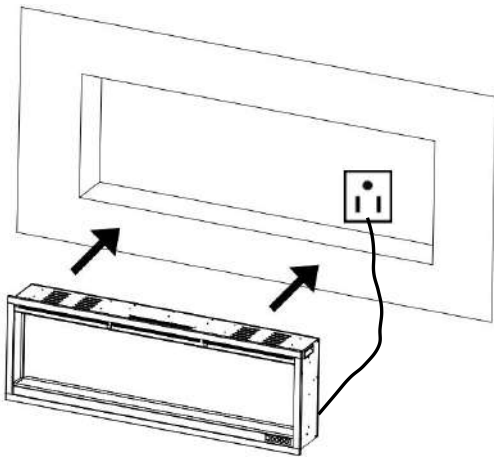
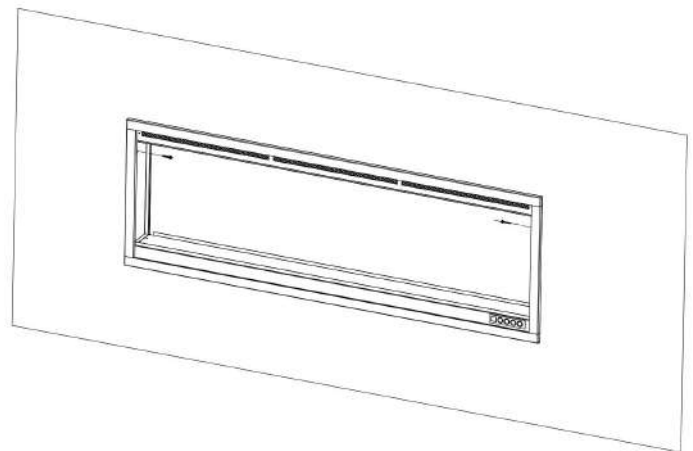

Fig. 2-3
Fig. 2-4
3. Alimentare il caminetto inserendo la spina nella presa a muro. **Fig. 2-3**
4. Chiedere a due persone adulte di sollevare il caminetto e di inserirlo nel telaio grezzo, quindi fissarlo installando **2** viti per legno (**B**) attraverso i fori. (**Fig. 2-3, Fig. 2-4**). Successivamente, reinstallare le staffe metalliche.